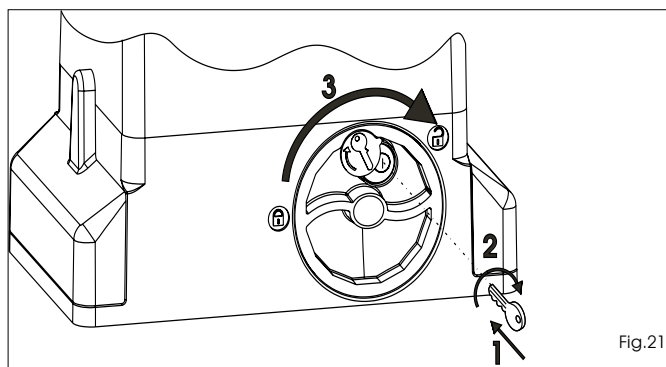

Fig. 21
- 1) Inserire l'apposita chiave in dotazione e ruotarla in senso orario come indicato in Fig.21 rif.1 e 2.
- 2) Ruotare il sistema di sblocco in senso orario sino all'arresto meccanico, Fig.21 rif.3.